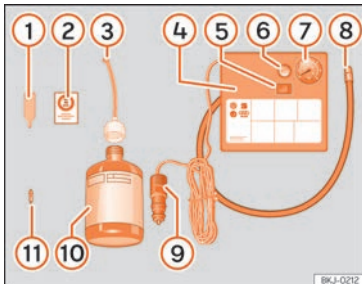

Fig. 98 Rappresentazione standard: contenuto del kit per la riparazione degli pneumatici.
Il kit per la riparazione degli pneumatici si trova nel sottofondo del bagagliaio. Include i seguenti componenti » **fig. 98**:
Riavvitare il tubo di gonfiaggio » **fig. 98** ⑧ e controllare la pressione sul manometro ⑦. »